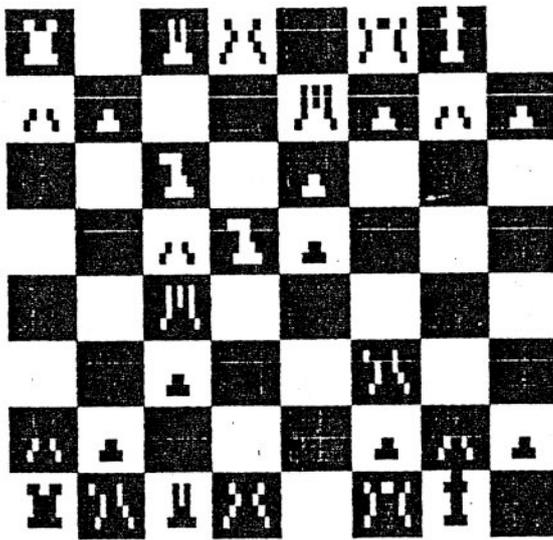
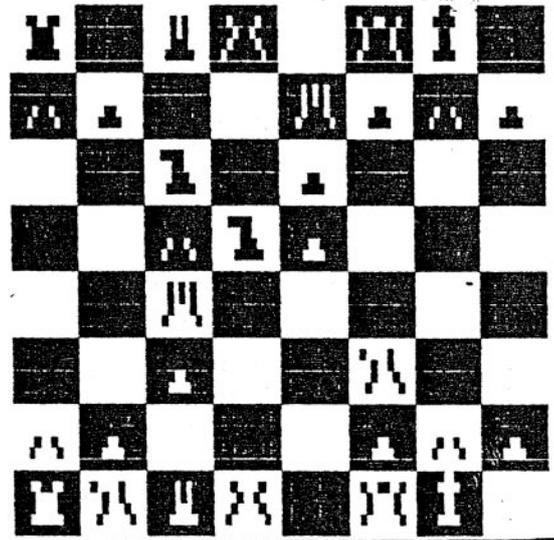

Bild 1
Bild 2
schalten der Invertierung durch POKE (Flag1),0. Die invertierte, jetzt farbrichtige Wiedergabe von Bild 1 zeigt Bild 2. Es werden nur Grafiken mit ASCII Werten die größer oder gleich 128 sind invertiert. Mit Space erzeugte Leerfelder bleiben im Ausdruck weiß. Dies geschieht, um Schriftfelder unverändert zu lassen. Um einen schwarzen Block zu erzeugen muß also bei inverser Darstellung das Leerzeichen 128 statt Space (32) verwendet werden.